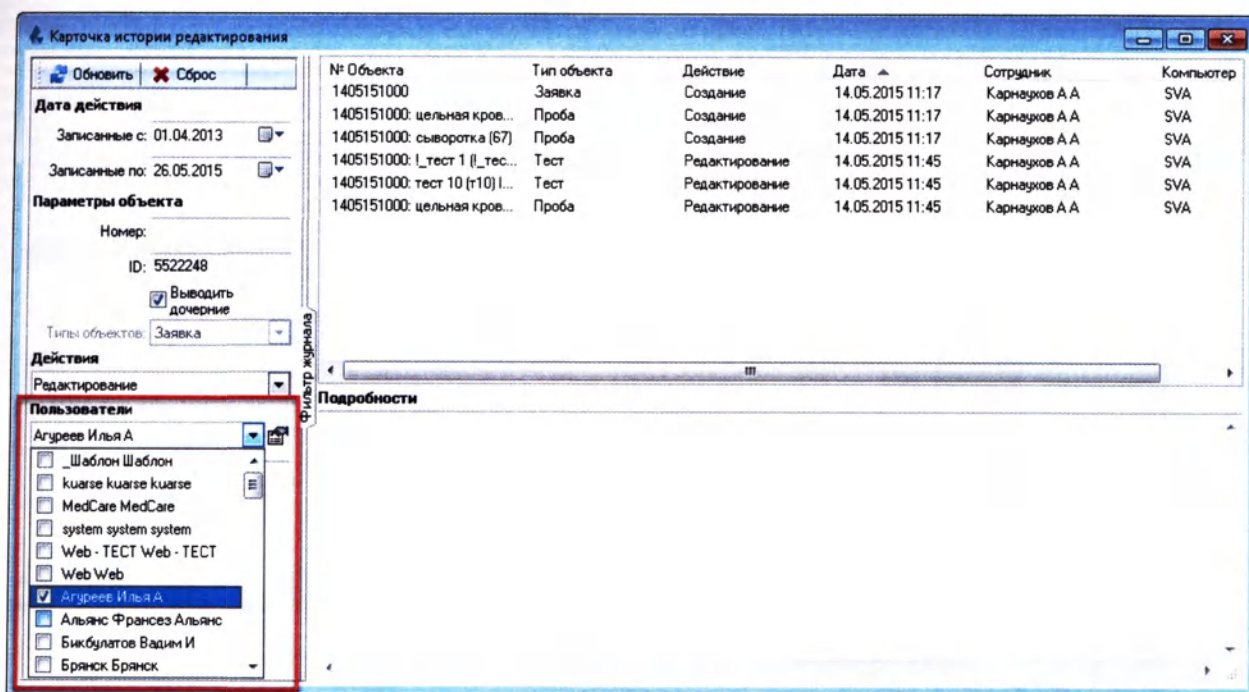

Рисунок 5.47
8. Чтобы просмотреть, какие изменения были выполнены определенным пользователем, из выпадающего списка «Пользователи» выберите интересующего пользователя и нажмите кнопку «Обновить» (Рисунок 5.47):